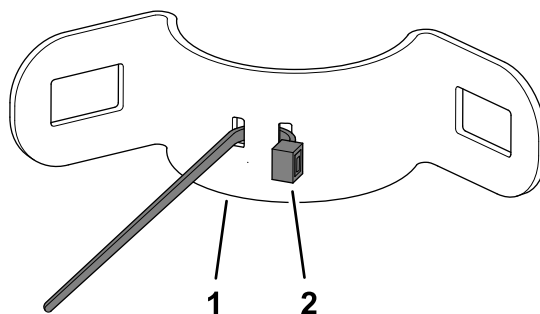

Figura 12
1. Inserte la brida en la abrazadera de montaje, como se muestra en Figura 12.